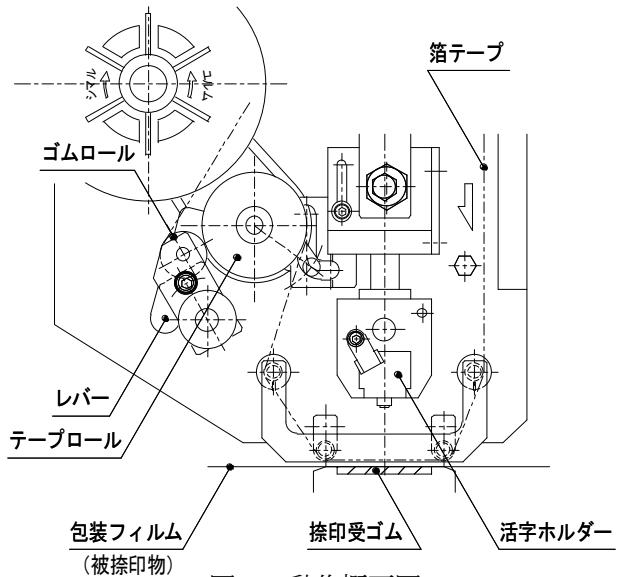

図2 動作概要図
- ・包装フィルム（被捺印物）等を図2の様に捺印受ゴムとゴムロールの間に通過する様にセットします。